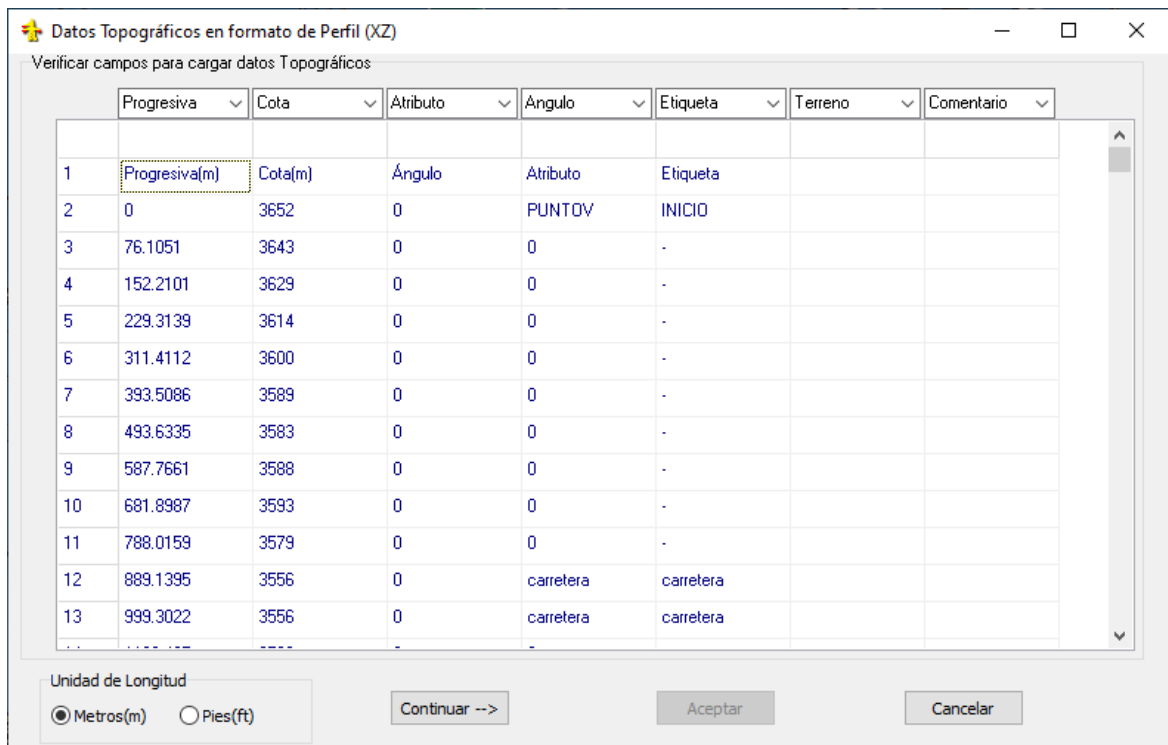

Fig. 3.8
2. Una vez cargado el archivo se muestra la ventana “Datos topográficos en formato XZ” (Ver Fig. 3.8).